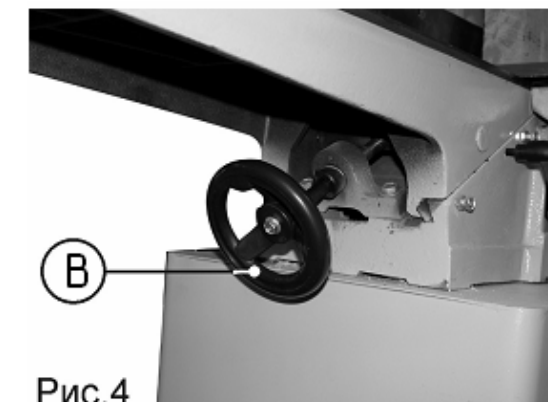

Рис.4
9.2. Установка маховиков (Рис. 4)